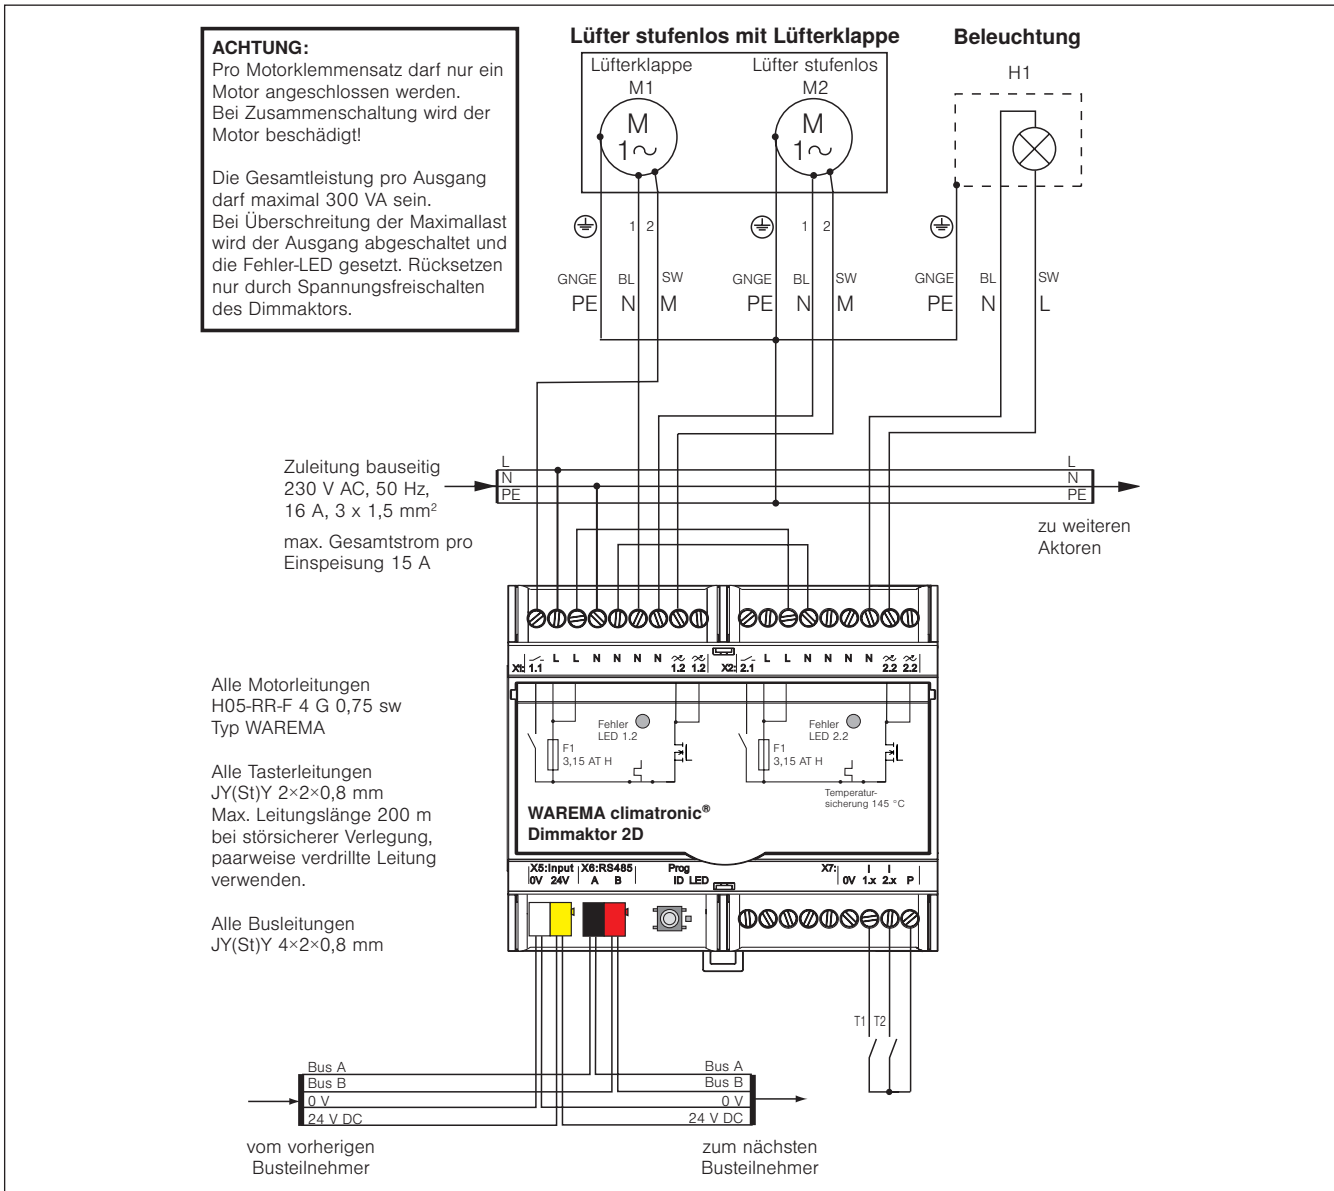

Abb. 7 Anschlussbeispiel Dimmaktor 2D
- Der elektrische Anschluss des Produktes erfolgt nach umseitigem Anschlussplan (Abb. 7).